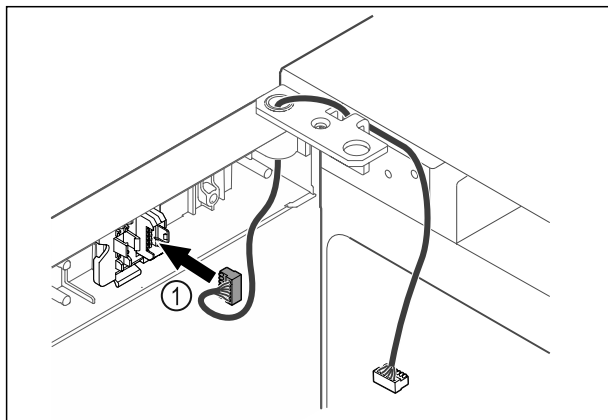

Fig. 45
- ▶ Utaknite utikač Fig. 45 (1) u držač utikača.